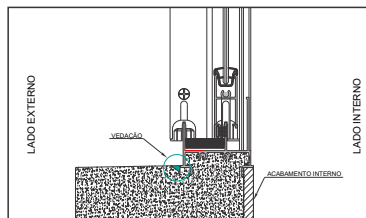

Figura 8 - Área para vedação
- Fazer uma ranhura entre a janela e alvenaria em todo seu contorno pelo lado externo logo após a execução do acabamento, para a aplicação de material vedante (resina acrílica a base de água), conforme figura 8.
- Aplicar material vedante (resina acrílica a base de água) no contorno externo da esquadria, na ranhura já existente, no local indicado na figura 8.